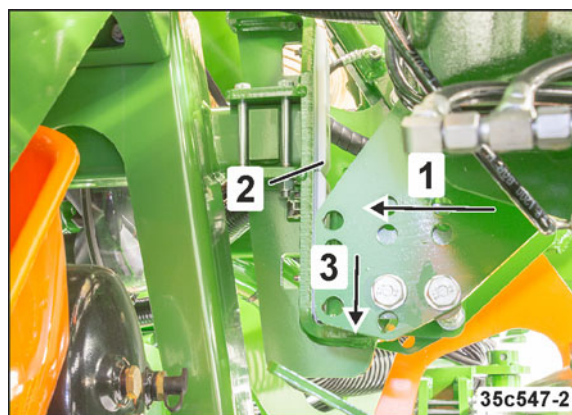

Fig. 279
- 15.1 Aktivér traktorstyreenheden *grøn*, indtil begge maskinens udliggere (Fig. 279/1) ligger mod transportlåseanordningens meder (Fig. 279/2).
- o udliggerarmene er sænket og fastlåses af låsehasperne (Fig. 279/3),
Låsehasperne (Fig. 279/3) udgør den mekaniske transportlås til maskinens udliggerarme.
Kontrollér, at låsehasperne sidder korrekt (Fig. 279/3).